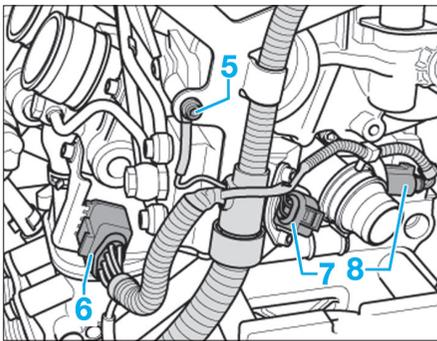

Fig. 71
- Débrancher (Fig.71):
- la masse (5),
- la connexion principale des injecteurs (6),
- le connecteur du régulateur de carburant (7),
- la sonde de température de liquide de refroidissement (8).